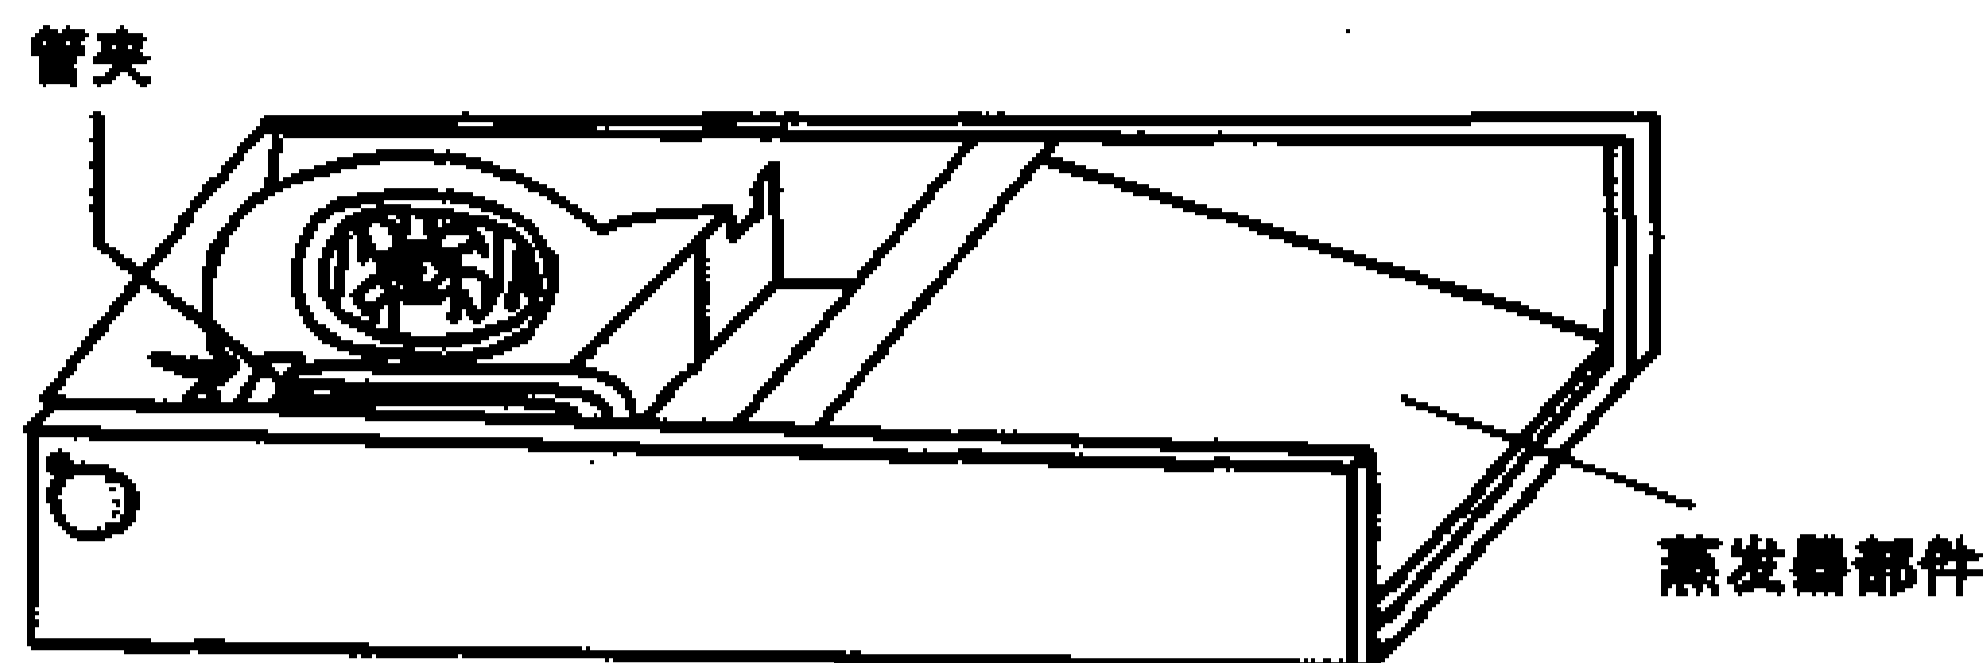

图 17-2-16
(13) 松开蒸发器顶部三个螺钉和蒸发器部接水盒两边两颗螺钉，将左、右侧板向外侧拉开一点，即可取出蒸发器部件。松开接水盒与蒸发器连接的三颗螺钉即可取下接水盒。如图 17-2-16。